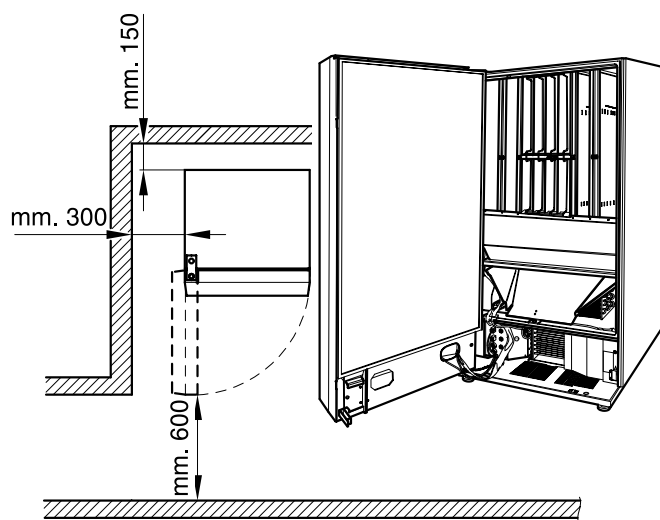

FIG.6.1
Efectuando la instalación, asegúrense de que la máquina esté posicionada cerca de una pared de división vertical o de un muro a una distancia de 150 mm de la parte trasera del armario y con una distancia mínima de 300 mm en cada lado (Fig.6.1).
- Si se coloca cerca de una pared, la parte trasera debe estar a una distancia mínima de 150 mm de la misma (Fig.6.1), para permitir regular la ventilación de la unidad refrigerante. En ningún caso se debe cubrir el expendedor con trapos o similares.
Si la instalación se lleva a cabo en pasillos de salidas de seguridad, asegurarse de que con el expendedor automático con la puerta abierta quede espacio suficiente para permitir el paso (Fig.6.1).